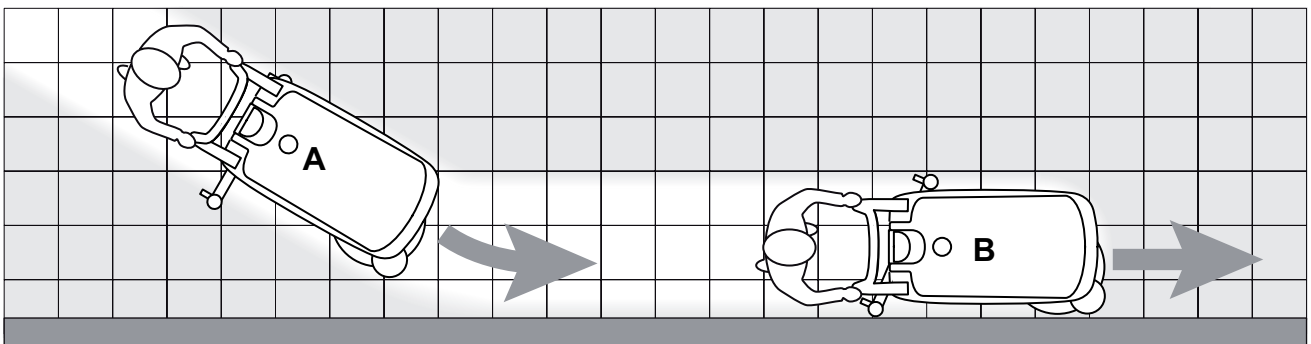

Figure 4
2. Tout en gardant les mains sur le guidon (2), déplacer la machine et commencer le travail de lavage / séchage du sol.
3. Si besoin est, régler la quantité de solution qui arrive à la brosse au moyen du bouton-poussoir (65).
*Afin d'éviter d'endommager la surface du sol à nettoyer, ne pas utiliser la brosse à sec et, lorsque la machine est au repos, arrêter la rotation de la brosse / disque en relâchant les boutons-poussoirs (61).*
*Avant de soulever la brosse / disque, arrêter sa rotation en relâchant les boutons-poussoirs (61).*
*Pour un lavage / séchage correct du sol près du mur, Nilfisk Alto recommande d'approcher le côté droit de la machine, comme illustré dans la figure 4.*